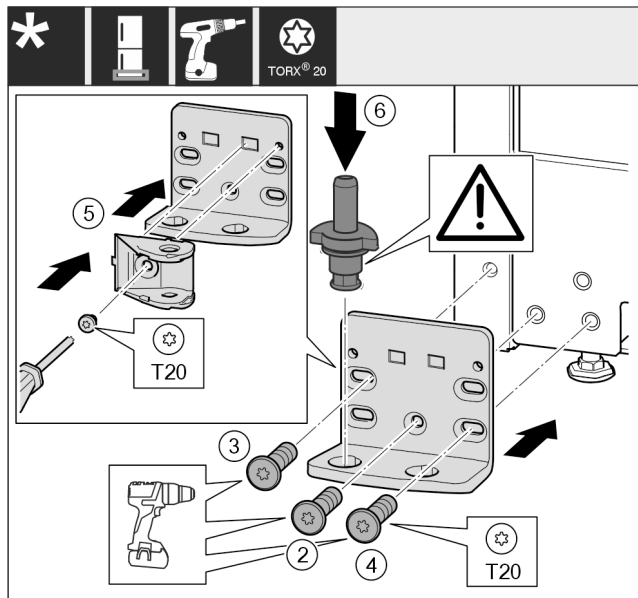

Fig. 49 *
- Applicare la staffa di supporto sull'altro lato e avvitare con l'aiuto di un cacciavite. Iniziare dalla vite Fig. 49 (2) in basso al centro.*
- Stringere la vite Fig. 49 (3) e la vite Fig. 49 (4).*
- Ruotare di 180° il collegamento dell'ammortizzatore di chiusura Fig. 49 (5). Sull'altro lato del blocco di supporto avvitare con un cacciavite.*
- Inserire completamente i perni di supporto Fig. 49 (6). Facendo ciò assicurarsi che la camma di arresto sia rivolta all'indietro.*